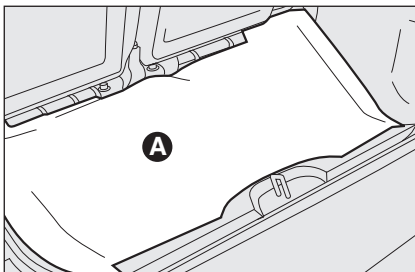

fig. 3
- soulever le tapis de sol du coffre à bagages **A-fig. 3** ;
- ranger la roue galette **D-fig. 3** dans son logement dans le coffre à bagages ;